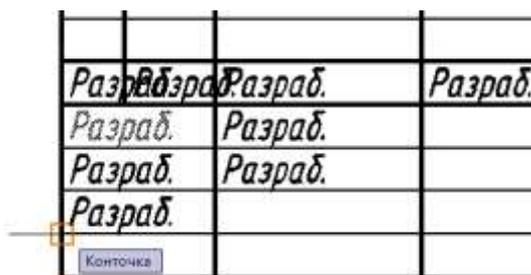

Рис. 8.3. Копирование слова Разраб. с объектной привязкой «конточка»
8.1. Для упорядоченной записи текста в графах, т.е. для того, чтобы положение текста относительно рамки графы было одинаковым, там, где это требуется, скопируем слово *Разраб.* в другие соответствующие графы штампа, указывая базовую точку в левом нижнем углу рамки графы (рис. 8.3).